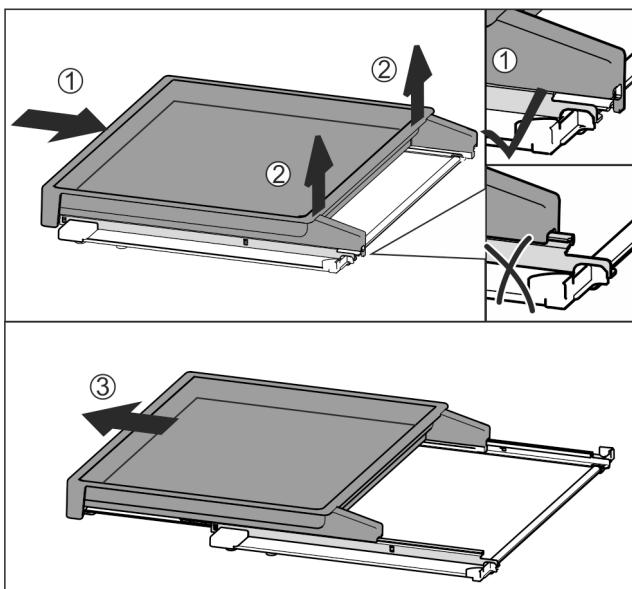

Fig. 43
- Úplne zasuňte vyťahovaciu poličku Fig. 43 (1).
- Uvoľnite západku na zadnej strane Fig. 43 (2).
- Vyberte vyťahovaciu poličku smerom dopredu Fig. 43 (3).